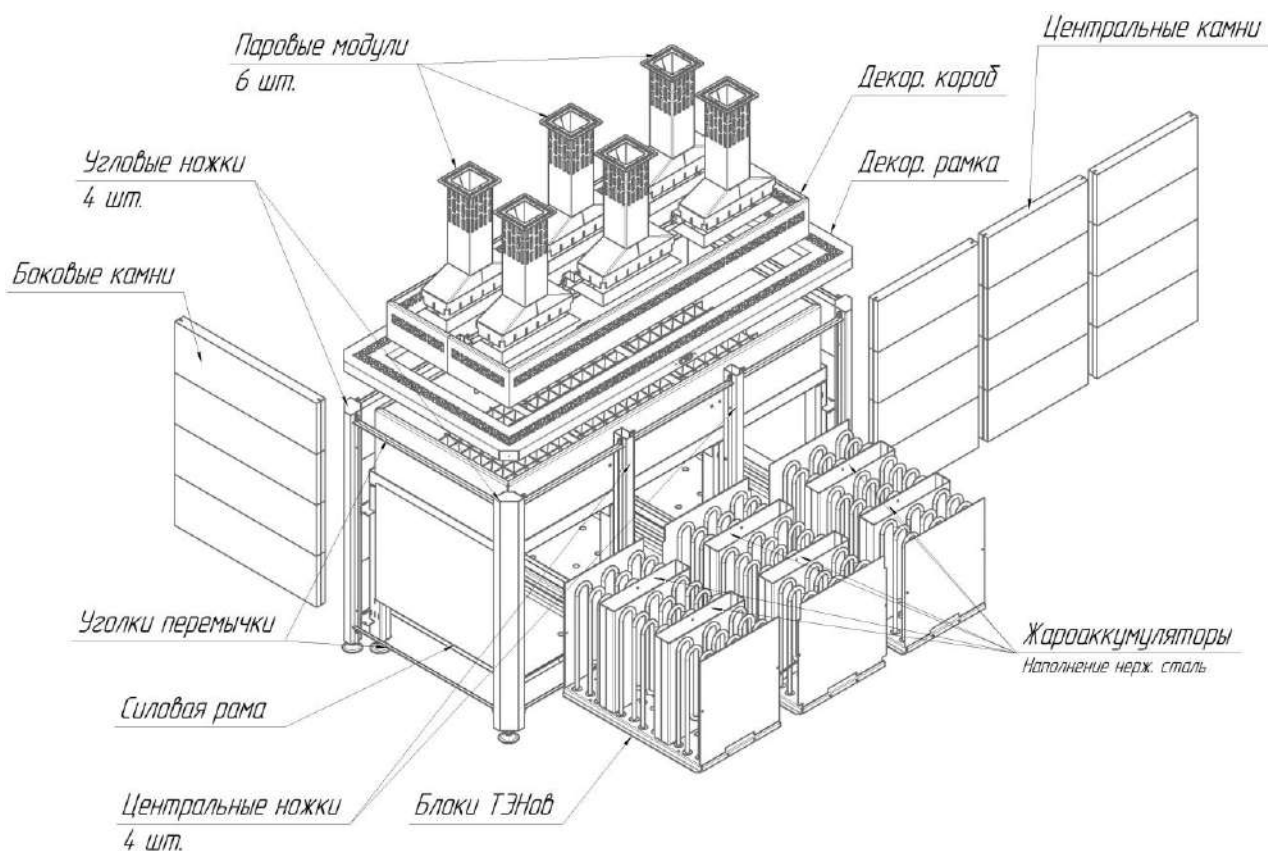

Рис. 8 Сборка в камне ЭНУ Премьера Профи
1. Установить силовую раму печи на ровное основание (рис. 8), положить в нее решетку для камней.
1. Установить силовую раму печи на ровное основание (рис. 8)